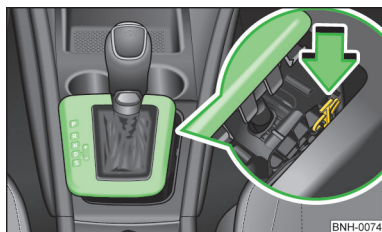

Fig. 160
- Apăsați cu degetul componenta galbenă din material plastic, în sensul săgeții » fig. 160.